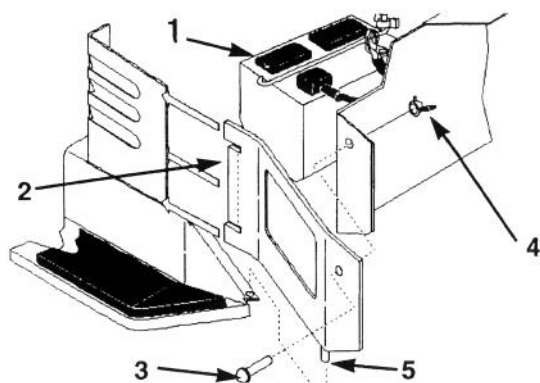

Figure 34
3. Déposer la panneaux latéraux pour avoir plus de place au moment de la dépose de la batterie (Fig. 34). Enlever les écrous papillons et les vis, puis soulever pour dégager la goupille et ôter les languettes du panneau de la console de direction.
7. Installer la batterie dans le châssis (Fig. 34).